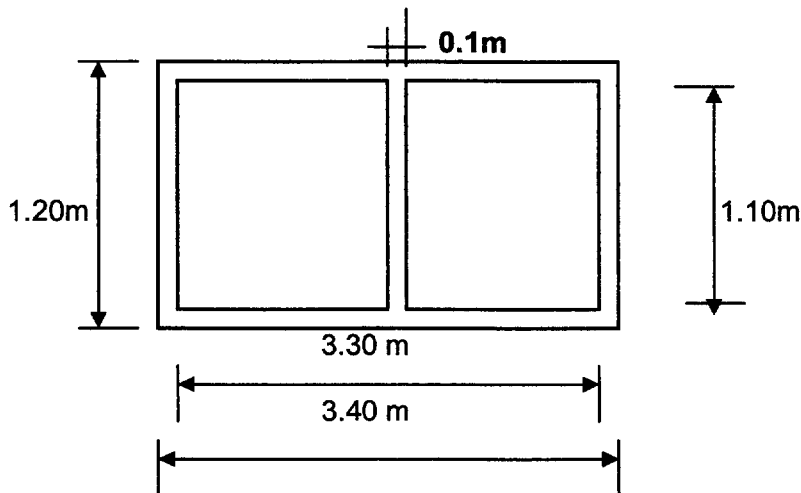

Figure 1
On appelle A la surface hors tout ( HT ) correspondant au châssis, L et l les dimensions hors tout du châssis. Pour le calcul L=3.40 m et l =1.20 m. Par la suite, on prendra la surface vitrée Ag égale à 85% de la surface A . On considère que le linéique de liaison châssis / vitrage (Lg ) est calculé sur la base des cotes données sur la figure 1.
- a) Calculer la déperdition linéique à la liaison châssis / bardage. Le linéique de déperdition correspond au périmètre hors tout du châssis de la figure 1 et le coefficient de déperdition linéique est de 0.13 W/m.K